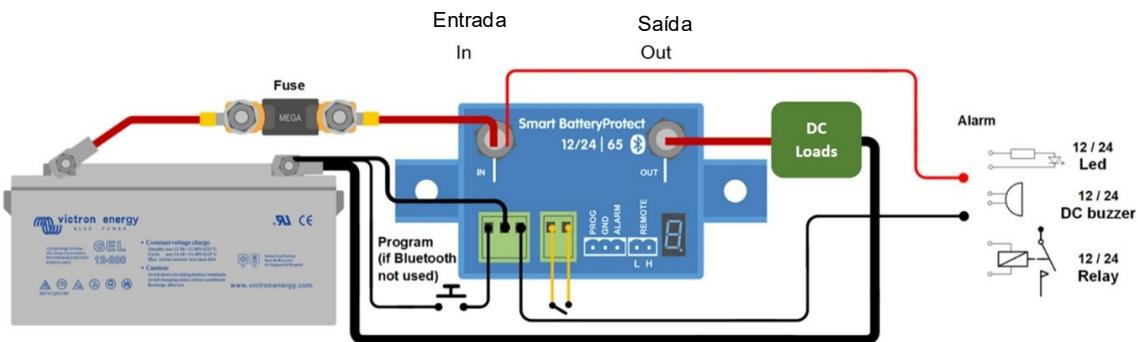

Figura 1: Esquema de ligações do SBP-65 (use a entrada remota para a funcionalidade de ligar/desligar do sistema)
8. Pode conectar um interruptor de ligar/desligar entre H Remoto e L Remoto (consulte a Figura 1). Em alternativa, pode comutar o terminal H para alto (para o positivo da bateria) ou o terminal L para baixo (para o negativo da bateria).
9. Pode ligar uma campainha, um LED ou um relé entre o terminal de saída do alarme e o positivo da bateria (ver figura 1). Carga máxima na saída de alarme: 50 mA (à prova de curto-círcito).